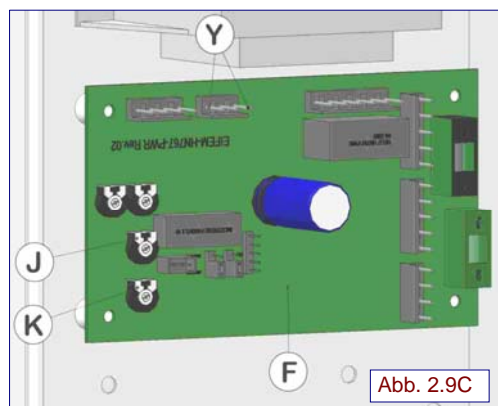

Abb. 2.9C
Nach Abschluss der Umrüstung die Schraube (A) des Gasmengenreglers und die Schraube des Trimmers (K) der elektronischen Steuerung (F) (Abb. 2.9C) mit geeignetem Lack versiegeln.